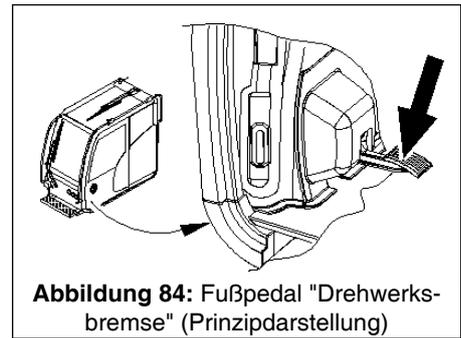

Abbildung 84: Fußpedal "Drehwerksbremse" (Prinzipdarstellung)
- Betriebsbremse: Über das in Abb. 84, Seite 172 dargestellte Fußpedal in der Krankabine wird der Hydraulikölabfluss des Drehwerksmotors gedrosselt. Die Wirkung der dynamischen Bremse ist für offenen und geschlossenen Kreis identisch.